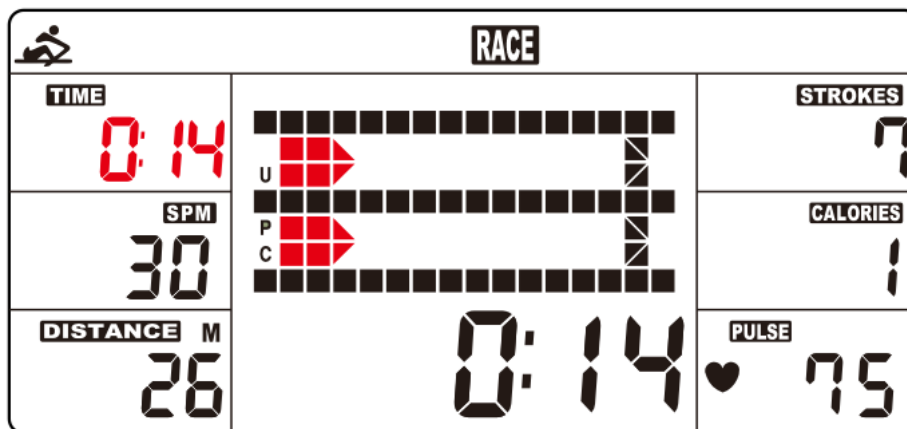
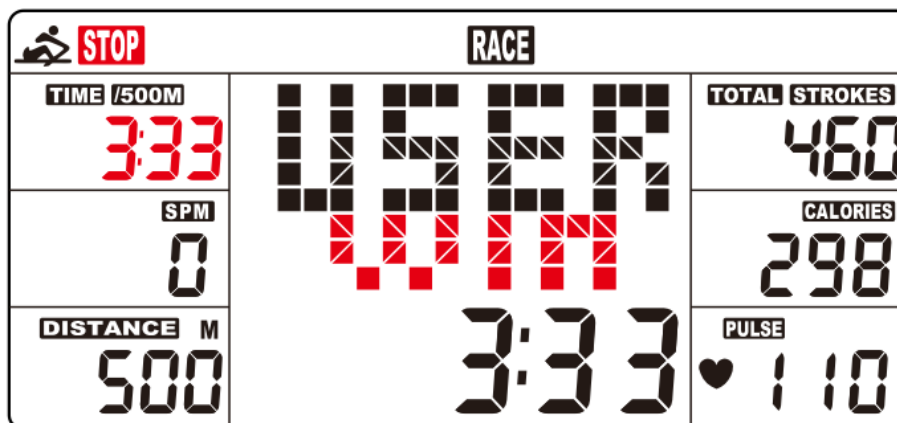

Abb. 5
Abb. 6
B. START-Taste drücken. Die STOP-Anzeige erlischt. Auf der Matrix erscheint USER + PC. (Abb. 5). Der Zähler stoppt, wenn man die zuvor eingestellte Renndistanz erreicht hat, dann zeigt die Matrix PC WIN oder USER WIN (Abb. 6) an.